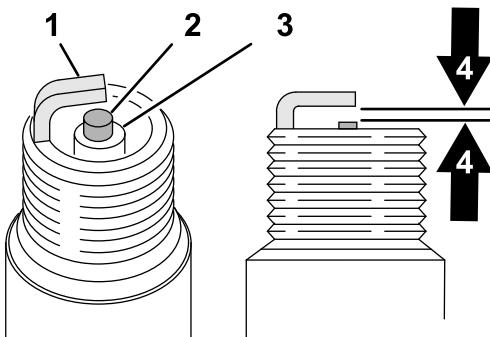

Рисунок 165
- Осмотрите середину обеих свечей зажигания (Рисунок 165). Если на изоляторе заметен светло-коричневый или серый налет, то двигатель работает должным образом. Черный налет на изоляторе обычно означает, что загрязнен воздухоочиститель.